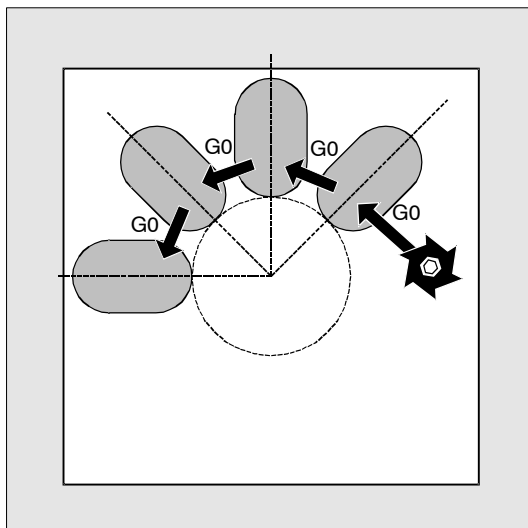

图 9-56
- 循环起始时，使用 G0 回到图 9-56 中的右边位置。